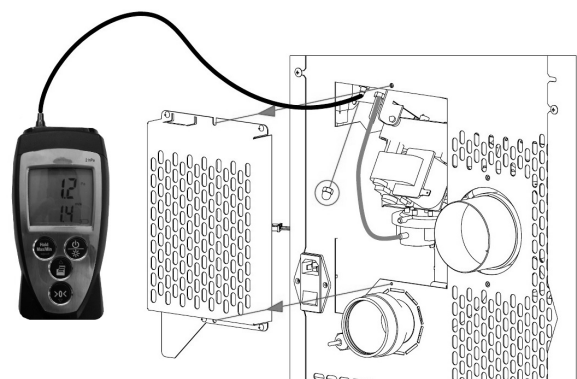

Fig. 34 - Anschluss des Digitaldruckwächters
- Über einen kleinen Schlauch einen Digitaldruckwächter zum Messen des Unterdrucks anschließen (siehe **Fig. 34**).